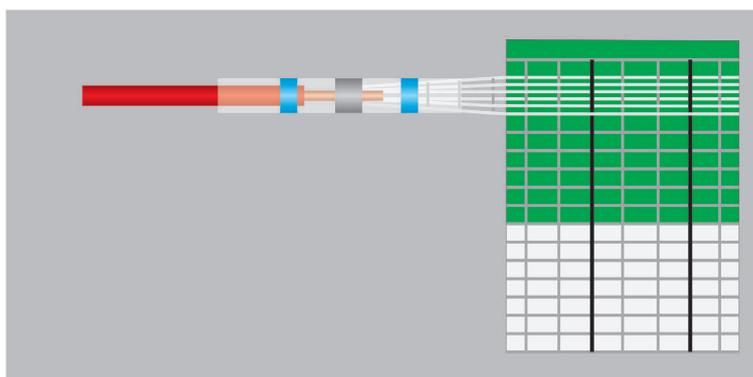

Рис. 4
5. Сместите гильзу так, чтобы оголенный медный провод был между двух синих отметок на гильзе (см. рис. 4).